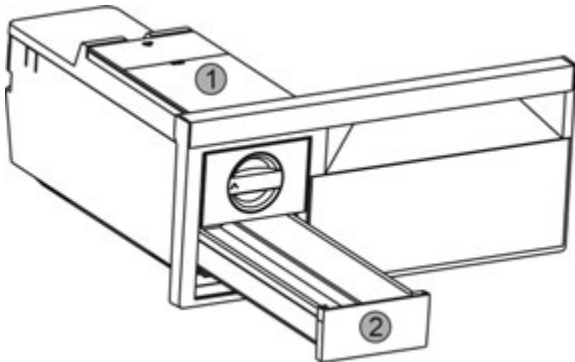

Fig. 50
- ▶ Зняти бак для води Fig. 50 (1) та висувний ящик для виробництва кубиків льоду Fig. 50 (2).